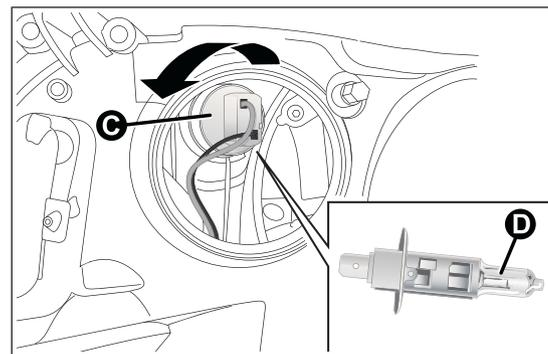

fig. 132
- ruotare in senso antiorario il gruppo portalampada C fig. 132 montato a pressione, sfilare la lampada D e sostituirla;